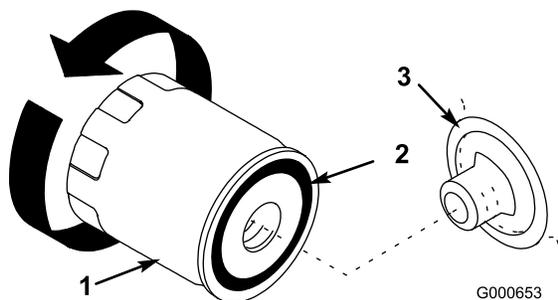

Рисунок 31
- Снимите старый фильтр и протрите поверхность прокладки переходника фильтра (Рисунок 31).
- Нанесите тонкий слой свежего масла на резиновую прокладку нового фильтра (Рисунок 31).
- Установите новый масляный фильтр в адаптер фильтра. Поверните масляный фильтр по часовой стрелке, пока резиновая прокладка не соприкоснется с адаптером фильтра, после этого затяните фильтр, повернув его еще на пол-оборота (Рисунок 31).